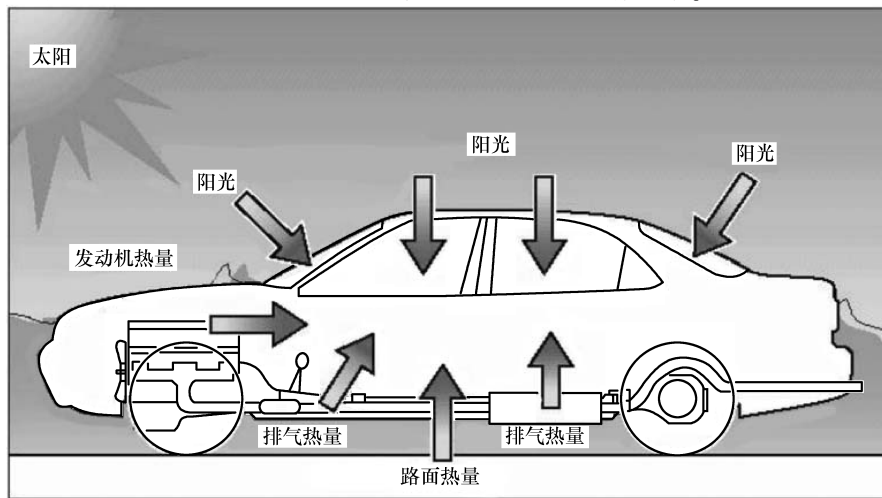

图 4-1 汽车室内所受热辐射示意图
(1) 热传导 传导是最简单的传热方式。加热铁丝的一端是热传导的一个例子。加在铁丝一端的热量通过铁丝传到另一端，直至两端都变热为止。钢、铜与铝等材料都是热的良导体。木材、塑料之类都是不良导热体，称为隔热体。
(2) 热对流 对流是另一种传热形式。当发动机之类的物体将热量传给汽车的冷却系统时便发生了对流现象。发动机通过燃烧过程将燃料的化学能转变为机械能与热能后，必须将热量排走。冷却系统中的液体在水泵的作用下流经发动机，发动机的热量通过对流过程传给液体。冷却系统随后将经过加热的冷却液送至散热器。金属散热器利用传导的方式将冷却液所带的热量传至散热片，散热片随后将散热器的热量传给流经散热器的气流。
(3) 热辐射 辐射也是一种热量传递的形式。当热射线由一个位置进到另一个位置的同时并未加热途中所经过的材料或空气时即发生了热辐射现象。如图 4-1 所示，当一